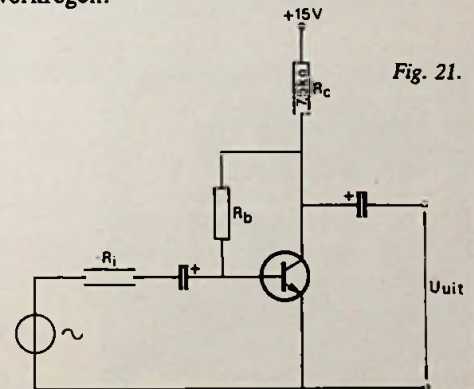

Fig. 21.
2. Van de transistor uit fig. 21 is gegeven dat $\alpha_E = 100$ en $U_{BE} = 0,5$ V. Verder is gegeven dat bij verzadiging U_{CE} gelijk aan nul volt mag worden gesteld.